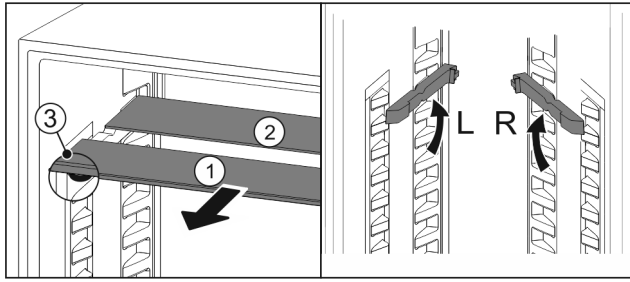

Fig. 52
- ▶ Trekk glassplatene enkeltvis fremover og ut Fig. 52 (1).
- ▷ Glassplate Fig. 52 (1) med pyntelist ligger foran.
- ▷ Stoppere Fig. 52 (3) peker nedover.